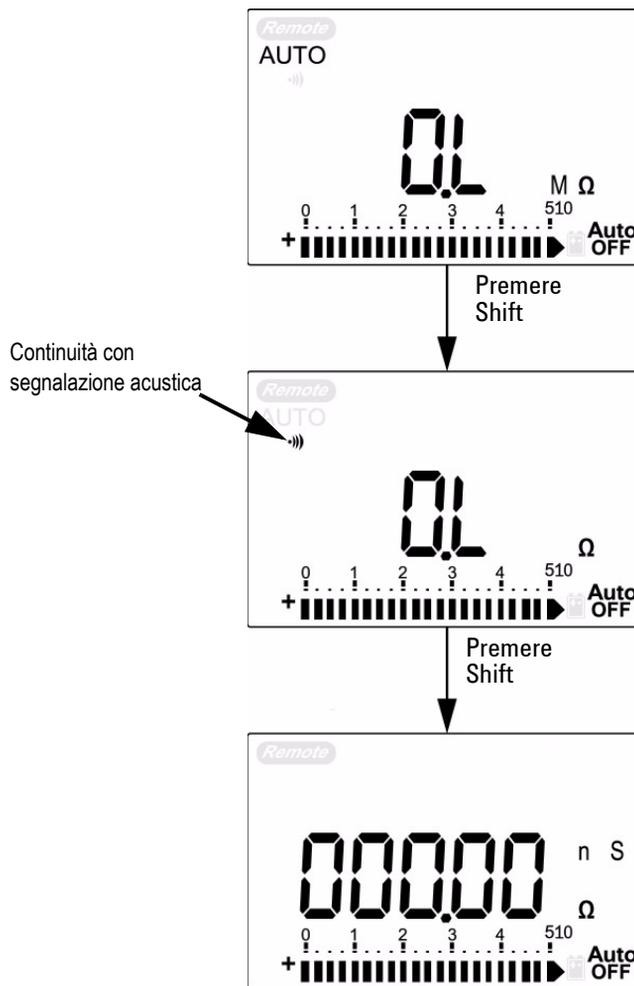

Figura 2-8 Test di continuità con segnalazione acustica, conduttanza e resistenza
- 4 Premere  per scorrere i test relativi alla continuità con segnalazione acustica, alla conduttanza e alla resistenza, come illustrato nella Figura 2-8.